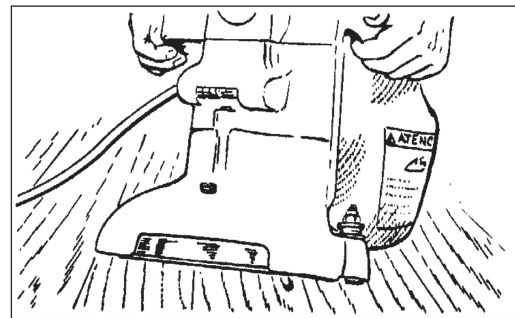

Figura 4
2. Vuelva a colocar la máquina en posición vertical e inclínela hacia atrás sobre las roldanas pivotantes hasta que se apoye sobre la abrazadera de escape. La máquina estará en posición reclinada. No deje que la máquina permanezca apoyada sobre la almohadilla, especialmente después del uso, ya que de lo contrario se podrá producir el endurecimiento por compresión dentro del elastómero de la almohadilla. Esto creará una parte plana y rebotes durante el uso. (Figura 4)
3. Con la máquina en posición reclinada, tome firmemente las dos manijas y mueva el interruptor de control a la posición "ON" (Encendido). (Figura 4)